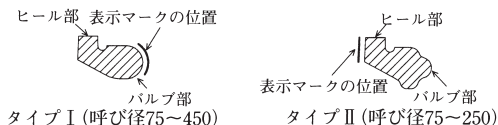

図11 ゴム輪形状
- (2) ゴム輪を清掃し、ヒール部を手前にして図11に示す形にして受口内面におさめる。ただし、呼び径300以上についてはゴム輪のマークを中心にして凹みを2ヶ所作り、ゴム輪のマークと受口のマークが合うようにセットし、凹みを手やプラスチックハンマなどで押しながら受口内面の所定の位置に装着する。